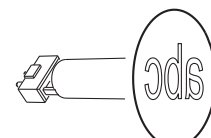

Figure 19. Orientation correcte des gobos
Les orientations montrées en Figure 19 sont correctes dans la plupart des cas. Toutefois, consultez votre revendeur Martin ou votre fabricant de gobos en cas de doute sur l'orientation d'une modèle particulier de gobo.
**L'orientation des gobos est critique. Lisez attentivement les conseils en Figure 19 avant d'installer un gobo.**
4. Insérez le nouveau gobo, le côté qui doit faire face à la lampe tourné vers le haut, vers le ressort (voir Figure 19 et Figure 19).
6. Insérez le ressort de rétention, son côté serré contre le gobo comme indiqué en Figure 19. Pour identifier le 'côté serré', aplatissez le ressort : le côté serré se trouve au centre. Bloquez l'autre extrémité sous le rebord du porte-gobo.